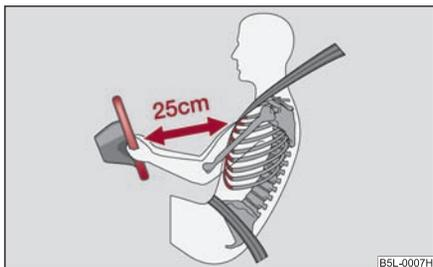

Fig. 119 Distancia de seguridad
- El conductor se ha de mantener a una distancia mínima de 25 cm del volante ⇒ fig. 119. Si no respeta la distancia mínima, el sistema de airbag no podrá protegerle - ¡Peligro de muerte!